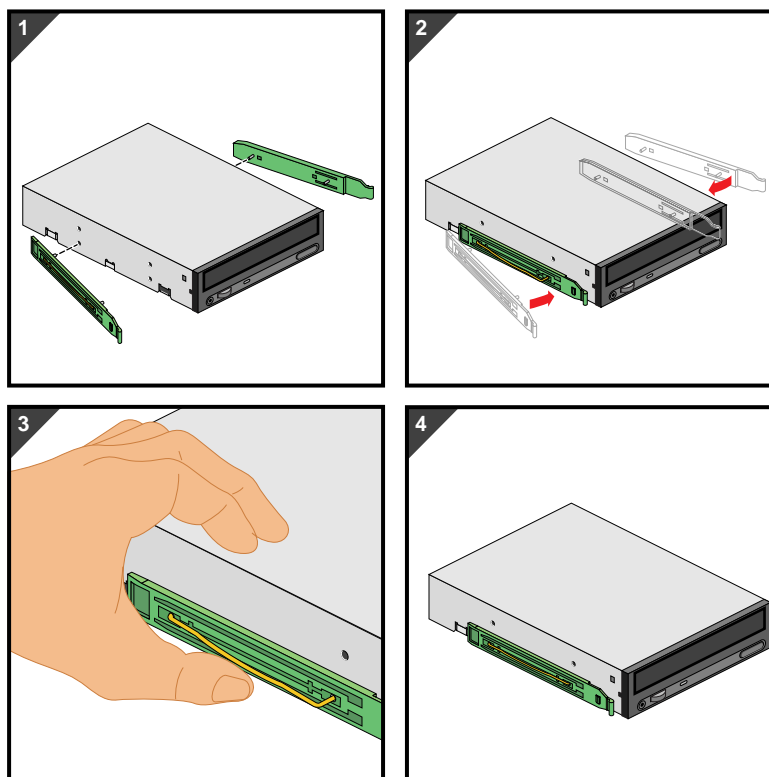

図2-3 ドライブレールの5.25インチドライブへの装着
- ドライブにドライブレールを装着するには、ドライブレールのワイヤークリップの1方の端をドライブのネジ穴にはめ込みます。ワイヤークリップのもう一方の端がネジ穴にぴったりはまるまで、ドライブレールの真ん中をそっと押します。図2-3に、その手順を示します。